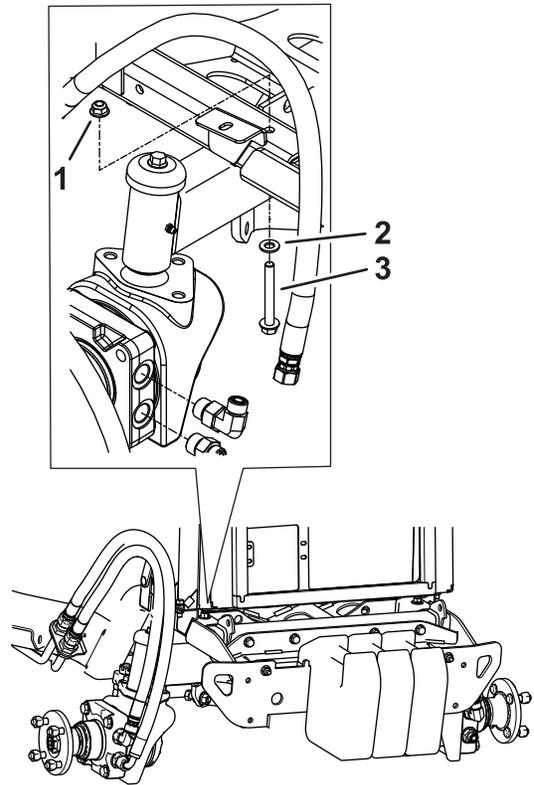

Figura 13
10. Retire la tuerca y el perno existentes bajo el radiador que fija el soporte del parachoques (Figura 13).